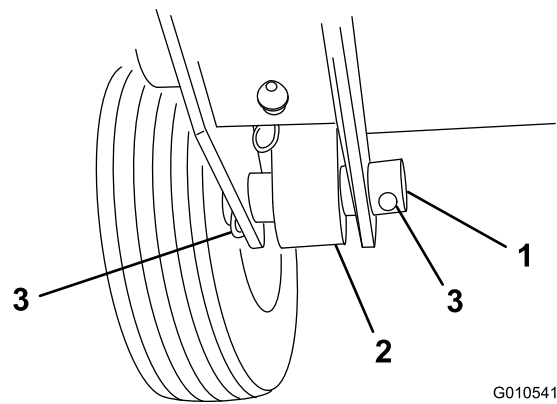

Figura 3
5. Monte a traseira do braço de elevação no cilindro de elevação com um pino de articulação e 2 contrapinos (fornecidos com a unidade de tracção) (Figura 3).